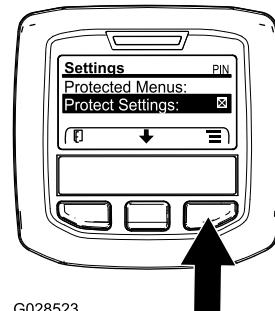

Figure 26
1. Depuis le MENU PRINCIPAL, utilisez le bouton central pour naviguer jusqu'au MENU RÉGLAGES et appuyez sur le bouton droit (Figure 26).